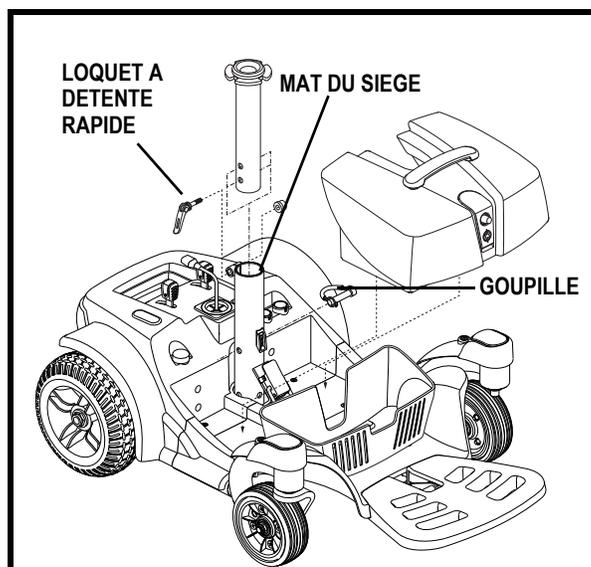
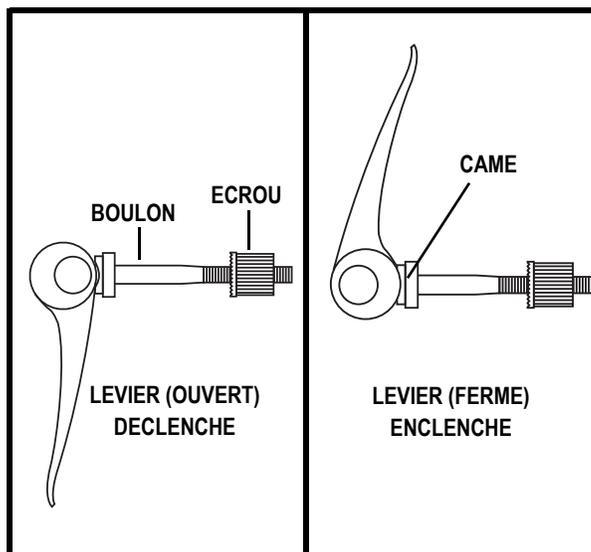

Figure 16. Hauteur du siège
Figure 17. Fonctionnement du loquet à détente rapide
5. Détachez le loquet. **Voir la figure 16.**
9. Enclenchez le loquet. **Voir la figure 17.**
Le loquet à détente rapide sert à supprimer le jeu excédentaire sur le mât du siège. **Voir la figure 16.** Le loquet à détente rapide est composé d'un boulon, d'un écrou, came et levier. **Voir la figure 17.** Le levier possède une came sur une extrémité pour l'enclencher. Le loquet présente deux positions: enclenchée ou déclenchée. Lorsque le levier est ouvert, le loquet est déclenché. Lorsque le levier est fermé, le loquet est enclenché.